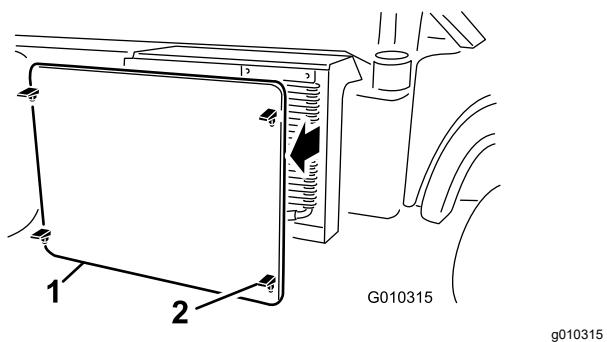

Figure 52
- Déverrouillez et déposez l'écran à l'avant du radiateur (Figure 52).